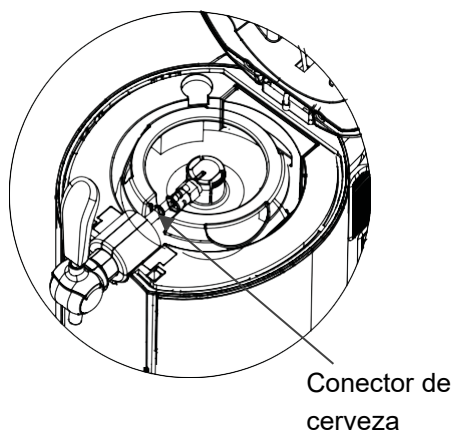
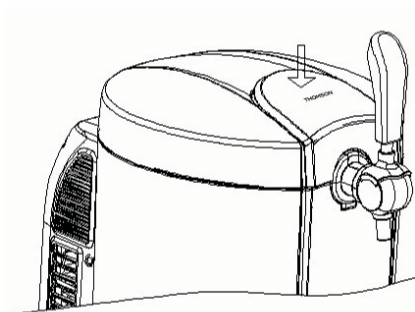

Figura 10
Figura 11
1. Abra la tapa superior presionando sobre el cierre de la tapa (Figura 11). Coloque una barril con el adaptador bien colocado en la cavidad de refrigeración (Figura 10).